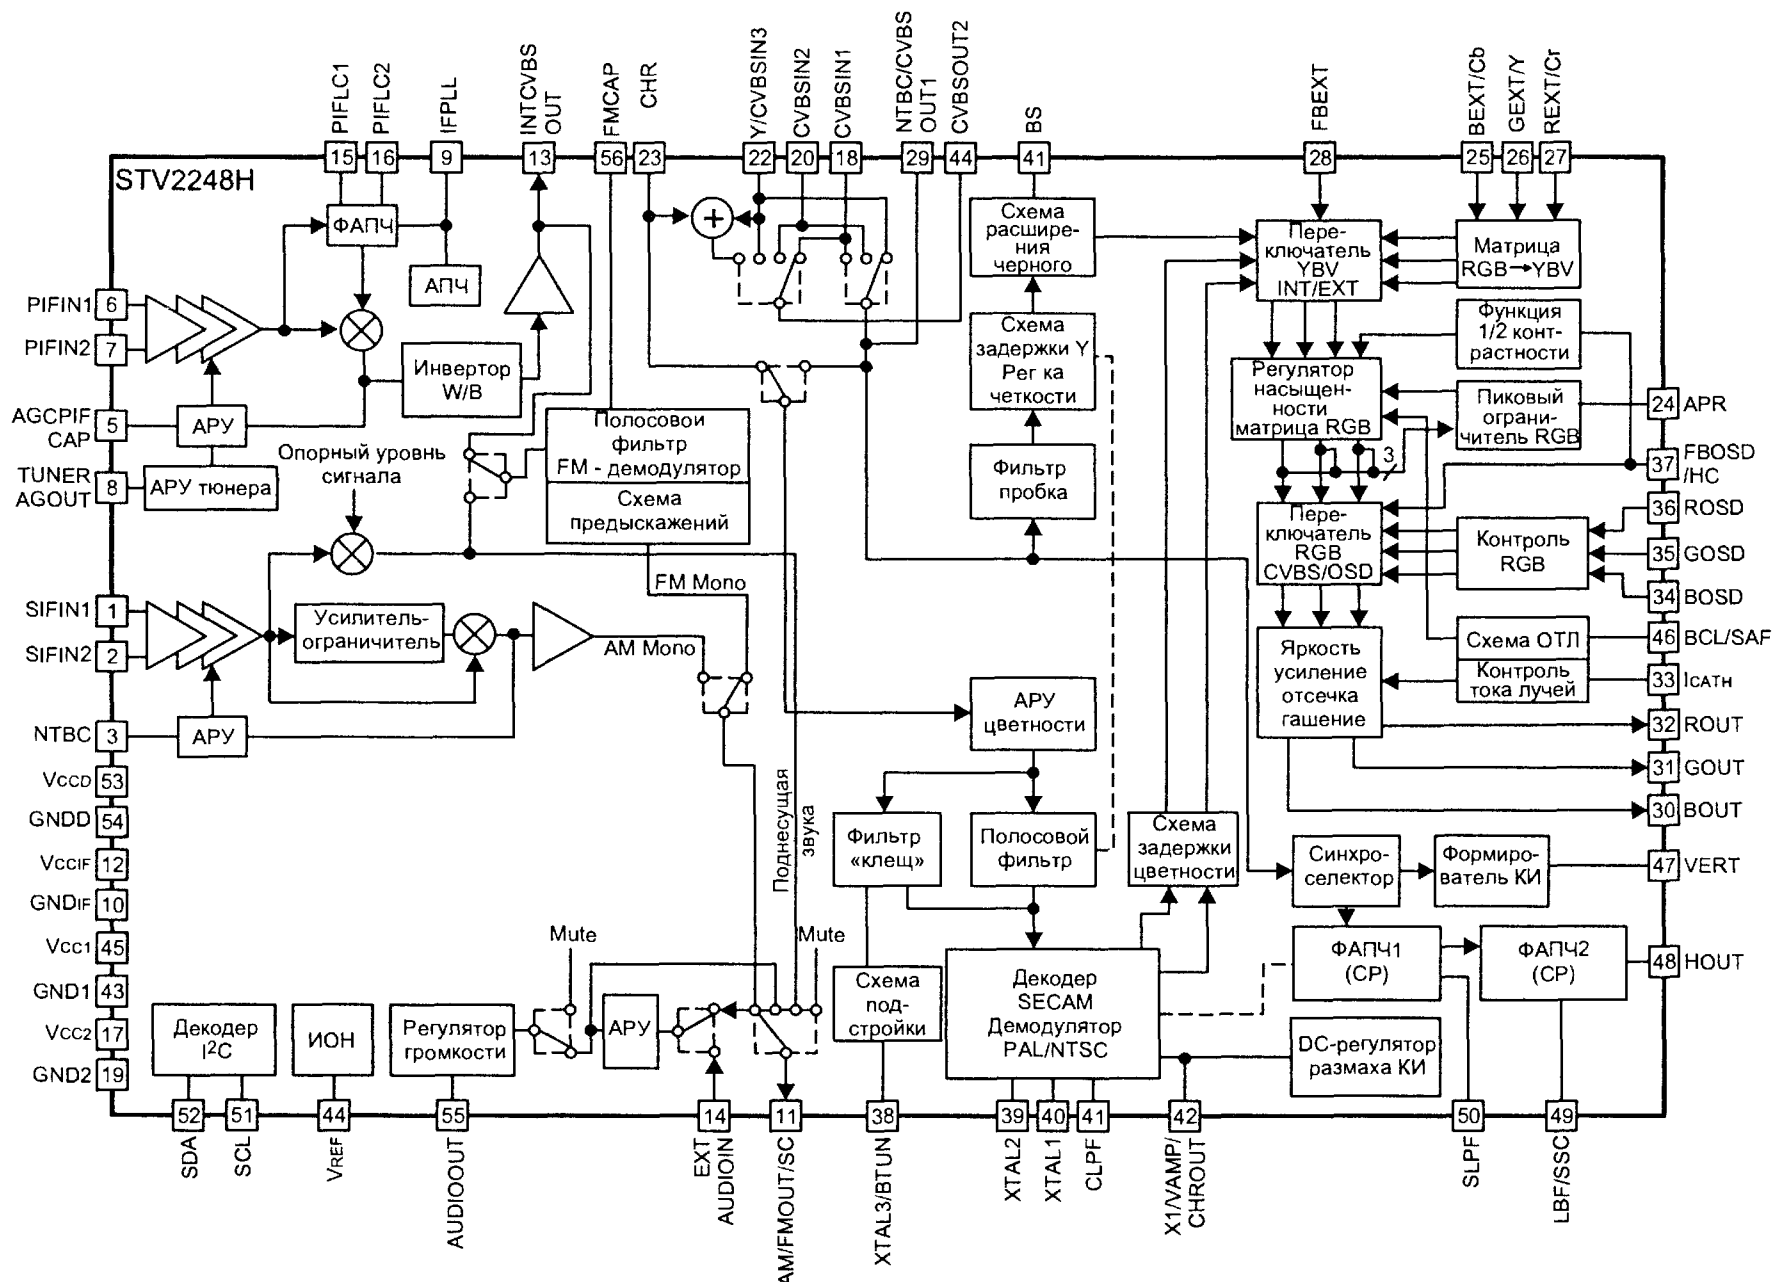

Рис. 3. Структурная схема микросхем семейства STV224XH
- Назначение выводов микросхем приведено в табл. 2, а их конфигурация — на рис. 3.